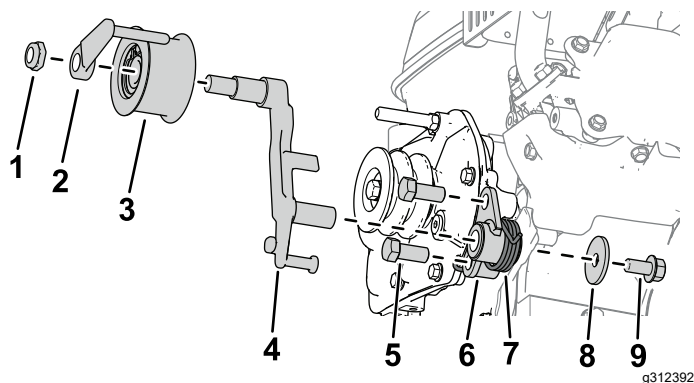

Bild 3
- Montieren Sie die Kupplungshalterung mit zwei Schrauben (7/16" x 1") am Getriebe, wie in Bild 3 dargestellt.
- Befestigen Sie den Kupplungshebel an der Kupplungshalterung (Bild 3).
(3/8" x 3/4") an der Kupplungshalterung, wie in Bild 3 dargestellt.
- Montieren Sie die Spannscheibe mit einer Riemenführung und einer Sechskantmutter am Kupplungshebel (Bild 3).